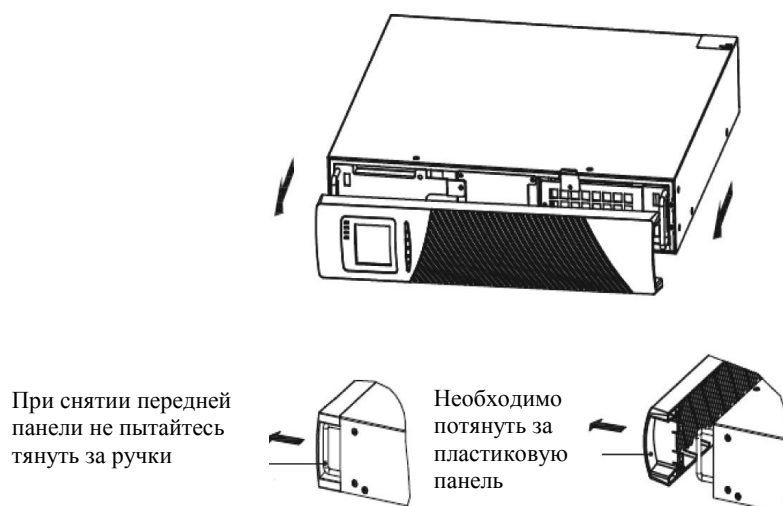

Рис. 11 Удаление передней панели блока аккумуляторов
1. Снимите переднюю панель каждого блока аккумуляторов и ИБП (см. Рис. 11). Действия аналогичны установке передней панели. (См. раздел «Установка ИБП»)